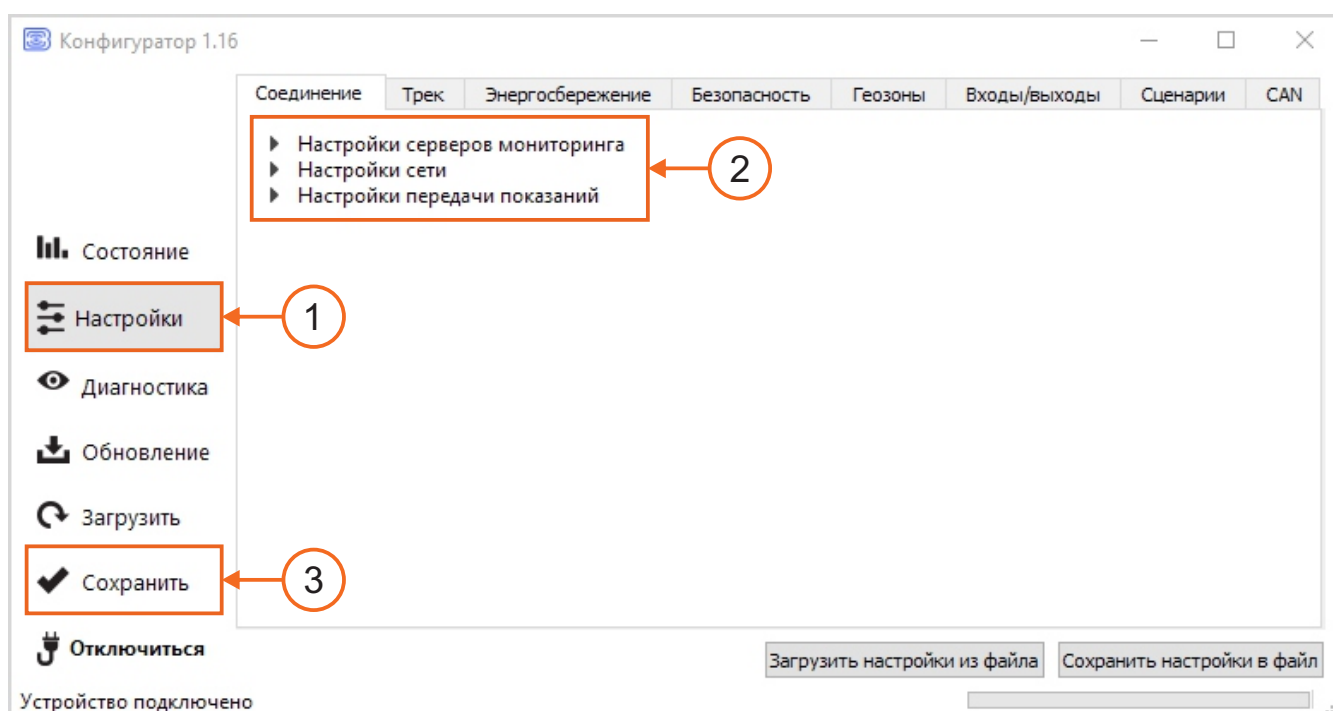

Рис. 3.4. Настройки соединения
- Слева в меню выберите «Настройки» (Рис. 3.4.);